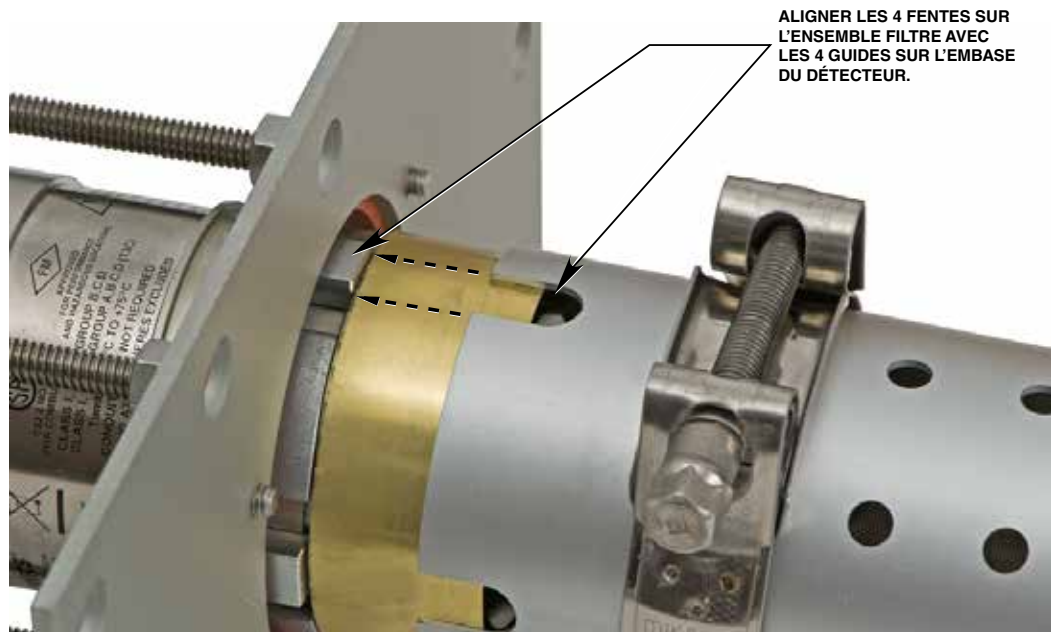

Figure 15—Fentes sur l'Ensemble Filtre Alignées avec les Guides de l'Embase du Détecteur
11. Avec une main, enrouler la cale autour du capot de l'électronique et la maintenir en place. Utiliser l'autre main pour glisser l'ensemble filtre par-dessus l'ensemble miroir et la cale. Aligner les fentes et les guides comme illustré en Figure 15, puis serrer la pince de stabilisation.